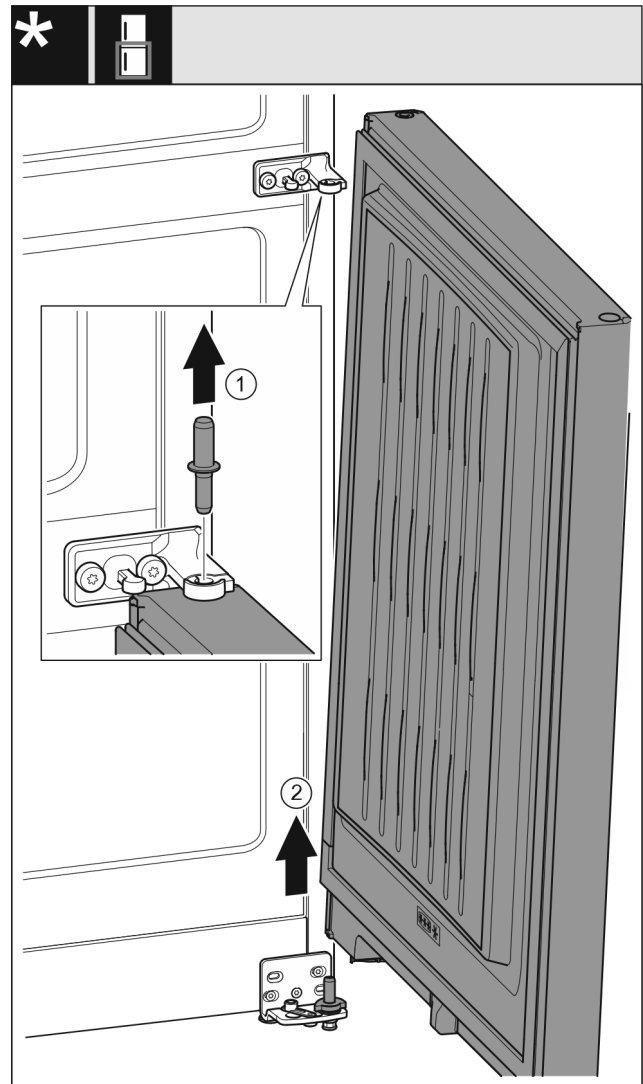

Fig. 8
► Extrageți în sus bolțul. Fig. 8 (1)
► Pivotați ușa în exterior, trageți în sus și așezați-o în lateral. Fig. 8 (2)